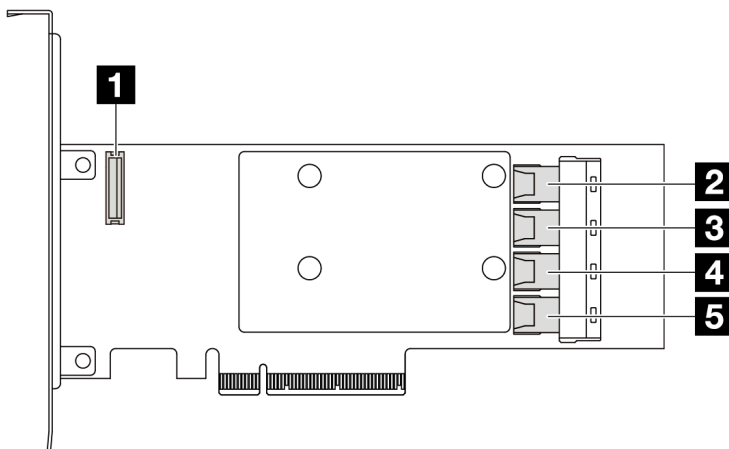

Figure 297. Un adaptateur SFF RAID/HBA Gen 3 16i (connecteurs à quatre ports)
- Figure 297 « Un adaptateur SFF RAID Gen 3 16i (connecteurs à quatre ports) » à la page 309